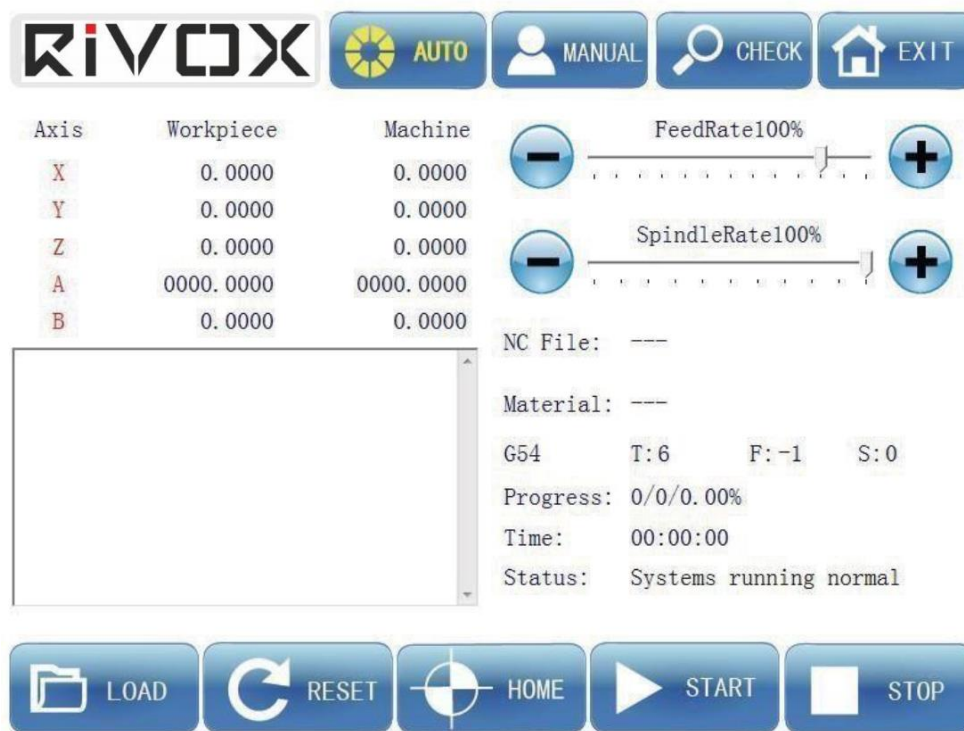

Рисунок 7
6. После успешной проверки вышеуказанных функций нажмите кнопку «AUTO» (АВТОМАТИЧЕСКИЙ РЕЖИМ). Откройте экран автоматического режима работы (см. рисунок 7).